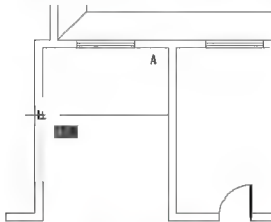
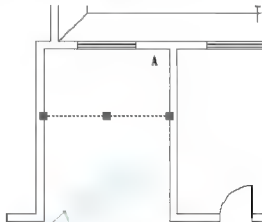

图 2.110 垂足捕捉
图 2.111 显示冷夹点
② 在指定下一点或【放弃(U)】提示下,将光标水平向左拖动到如图 2.110 所示处,出现垂足捕捉后单击,按 Enter 键结束命令。
(3) 利用夹点编辑生成其他踏步线。
① 在无命令时单击刚才所绘制出的直线,在直线的左、右端点和中点处将出现蓝色的冷夹点,如图 2.111 所示。